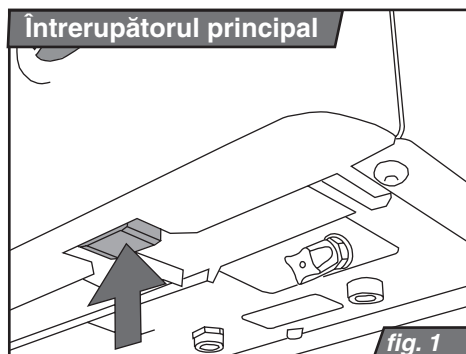

fig. 1
Înterupătorul principal (Fig. 1.) servește pentru pornirea sau oprirea cazanului. Înterupătorul principal este amplasat în partea de jos, sub carcasa frontală, pe axa panoului de comandă.
Poziționați întrerupătorul principal (fig. 1) în poziția (I). Afișajul electronic va fi luminat.
Poziționați întrerupătorul principal (fig. 1) în poziția (0).